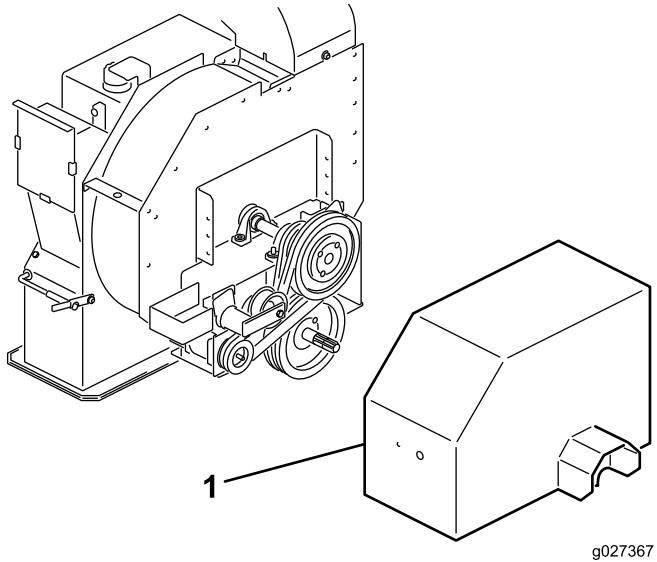

Figura 13
1. Retire a proteção da transmissão de cima dos conjuntos da polia (Figura 13).
- Desaperte as porcas e os parafusos que fixam a proteção da transmissão ao compartimento do rotor (Figura 13) e retire a proteção.
- Na parte de trás da estrutura, desaperte o parafuso que prende o tensionador da correia à estrutura (Figura 13).